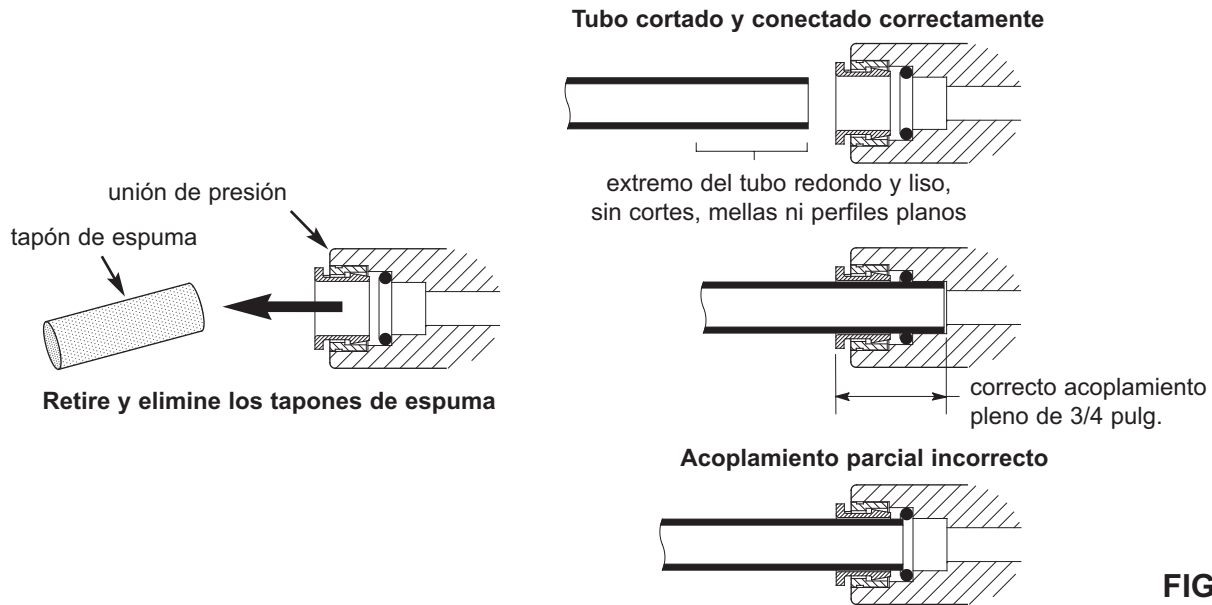

FIG. 5
**NOTA: Retire los tapones protectores de espuma antes de conectar los tubos (vea la Fig. 5). Deseche los tapones de espuma.**